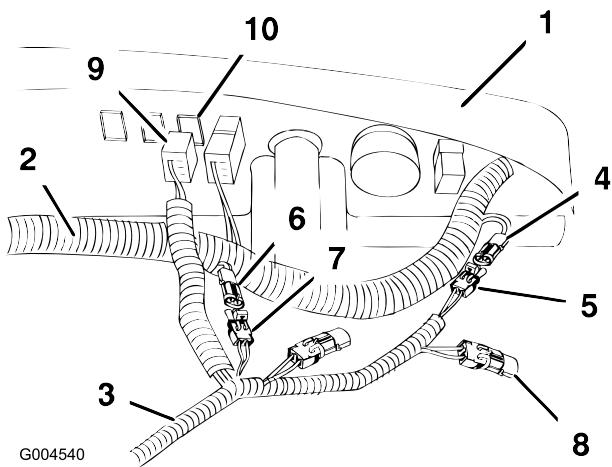

図 8
タに、アクセサリ用ハーネスを 図 8 のように接続する。
7. スイッチ用のコネクタを、図 8 のようにダッシュボードのプラグの裏の位置におく。